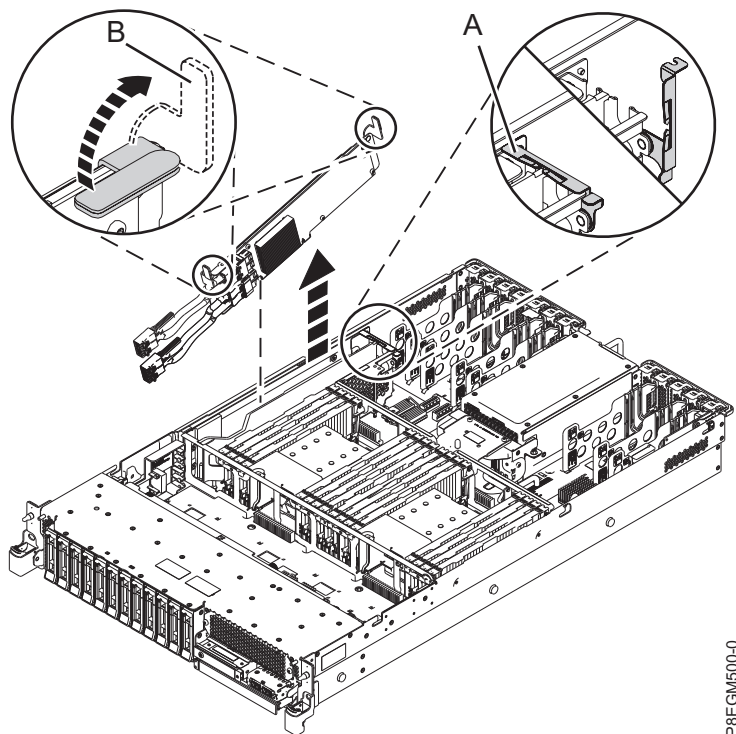

Figure 3. Retrait de la carte SAS RAID interne de l'emplacement P1-C14
5. Soulevez le crochet de fixation du câble (**A**) dans la direction illustrée à la figure 3.
6. Soulevez les poignées bleues (**B**) dans la direction illustrée à la figure 3.